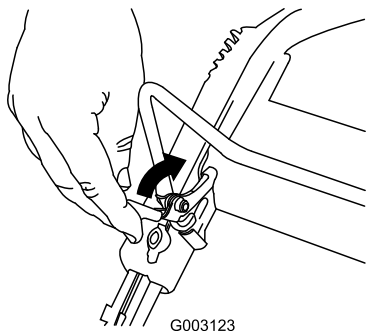

Figura 20
Para apagar el motor, mantenga pulsado el botón de parada del motor (Figura 20) hasta que el motor se apague.
1. Tire hacia atrás del mecanismo de bloqueo de la barra de control (Figura 20).